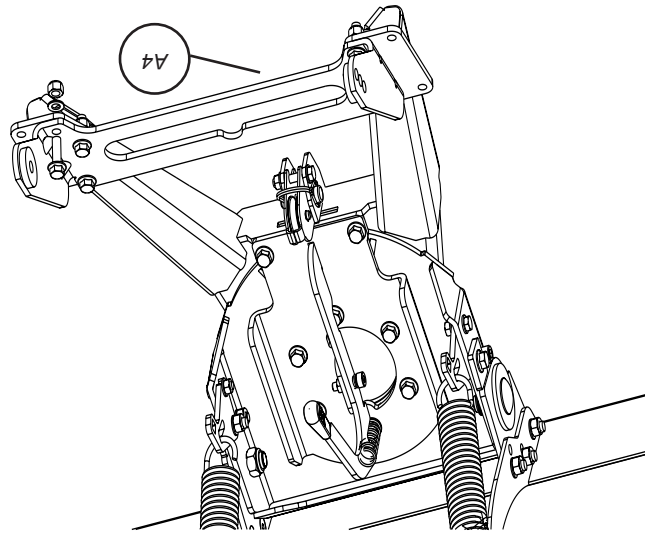

Figure 12 Installation de la bride de kit de montage de lame
13. Consultez le manuel d'instructions du tube poussoir de lame Warn au sujet de l'installation de la bride de kit de montage de lame (A4). Voir la figure 12.